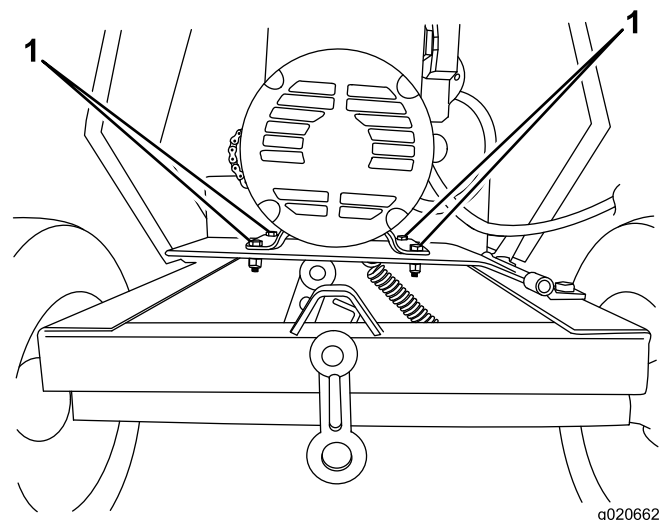

Figura 35
- B. Afloje los pernos y las tuercas que sujetan el motor a la chapa del motor (Figura 35).
- **Para aumentar la holgura**—Aleje el motor de la polea tensora (Figura 35).
- **Para reducir la holgura**—Acerque el motor a la polea tensora (Figura 35).